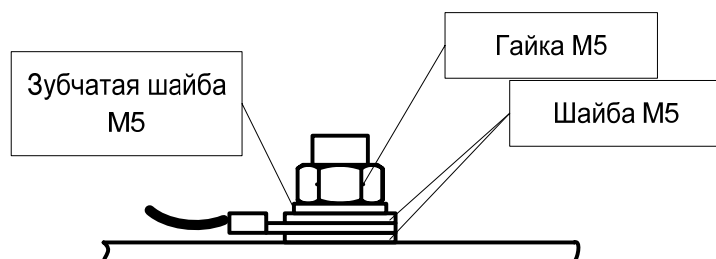

Рис.4 Соединение провода заземления CDS с корпусом главного корпуса MCE
- Провод заземления (См.Поз.14 на Рис.3) закрепите на болте заземления на днище корпуса с помощью двух плоских шайб, одной фиксационной шайбы и одной гайки согласно Рис.4